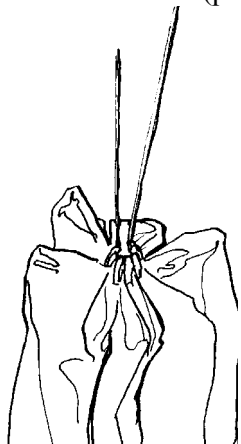

Рис. 1
4. Проденьте вспомогательный шнур в 16 (для ОК-34) либо 18 (для ОК-38) технологических петель, расположенных на соединительных продольных швах (рис.1).